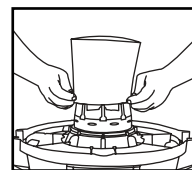

FIGURA 29
44. Con la tapa del depósito en posición invertida, deslice la manga de hule-espuma hacia abajo sobre el alojamiento de la tapa jalando hasta que la manga cubra completamente el alojamiento de la tapa. **FIGURA 29.**